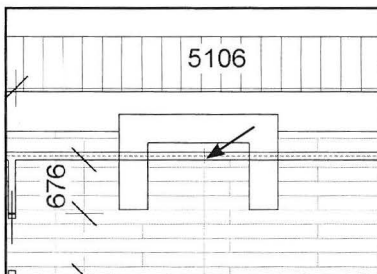

Fig. 09.170. Split skunkvæggene.
- Klik et sted midt på linien, for væggen som går gennem kvisten (Fig. 09.170).